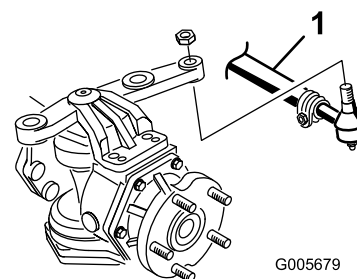

Figure 4
1. Retirez les goupilles fendues et les écrous à créneaux des rotules de la biellette. Insérez les rotules dans le trou central de chaque bras de direction de pont. Insérez les rotules par le bas de chaque bras de direction (Figure 4).